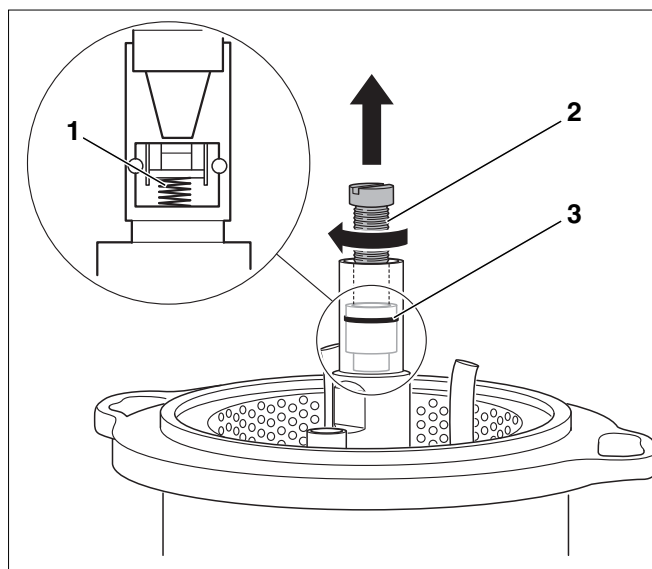

Fig. 50 Sustitución de la válvula de cierre
La válvula de cierre (fig. 50, **pos. 3**) en el precalentador de gasóleo trabaja como una válvula de retención. Cuando la bomba de gasóleo se encuentra en funcionamiento presiona el gasóleo a través de la válvula de cierre. Si la bomba se desconecta, la válvula de cierre se cierra a través de un muelle (fig. 50, **pos. 1**).
- Enrosque el tornillo M5 x 50 (fig. 50, **pos. 2**).
- Extraiga la válvula de cierre (fig. 50, **pos. 3**).